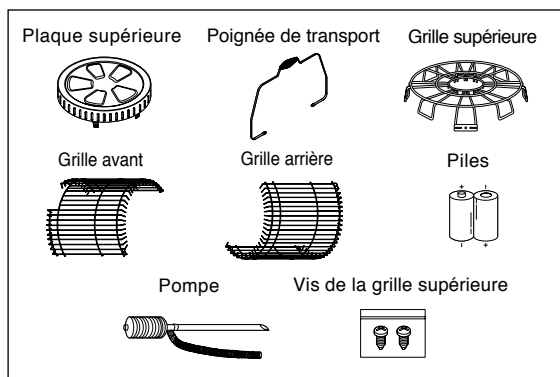

Fig.2
1. RETIREZ LA CHAUFFERETTE ET TOUT LE MATÉRIEL D'EMBALLAGE DE LA BOÎTE (Fig. 2).